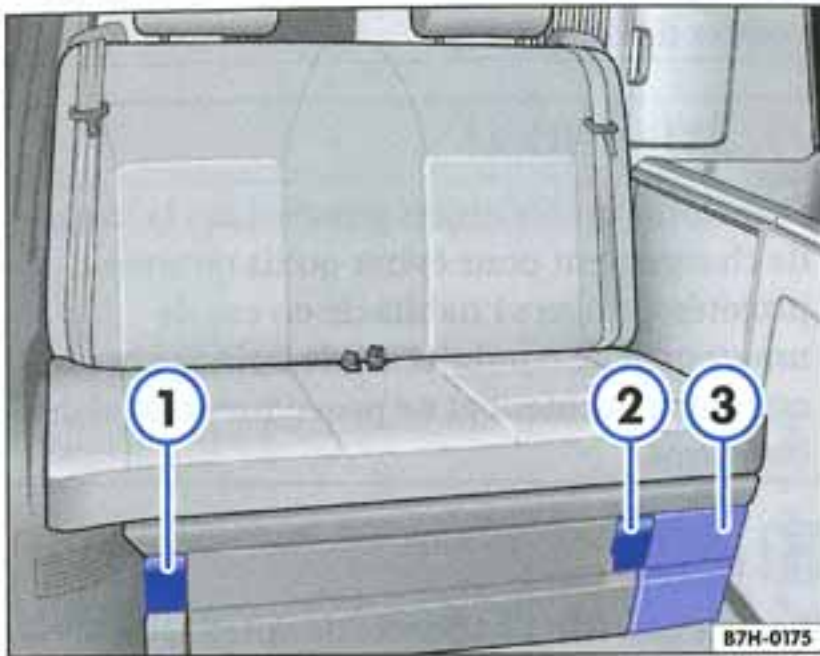

Fig. 15 Éléments de commande de la banquette/couche
- Soulevez entièrement le levier de verrouillage ⇒ fig. 15 ① et maintenez-le en position.
- Lâchez le levier ①.